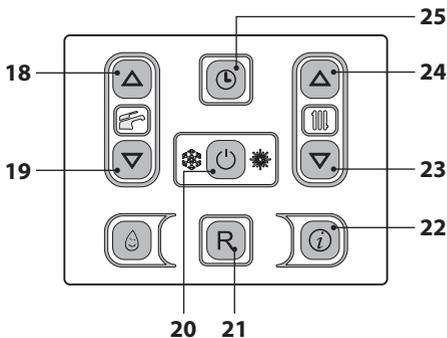
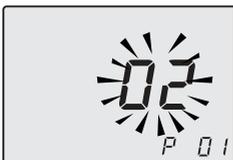

Figura 8.3
Figura 8.4
- Entre en la "modalidad de programación" pulsando simultáneamente durante 10 segundos los botones 20 - 23 - 24 (Figura 8.3) hasta que aparezcan en el display LCD las letras **P01** y el valor del parámetro, indicando que se ha entrado en el "parámetro 01" (Figura 8.4).
- Pulsando el botón 20 (Figura 8.3) se confirma el valor introducido.